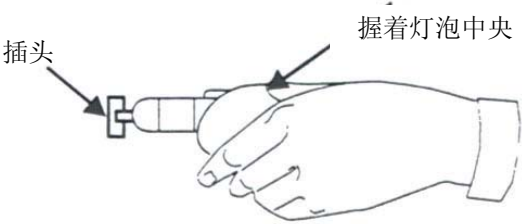

图 15. 钨丝灯泡更换指示
切勿触摸鎢丝日光灯泡。因皮肤上的油脂会影响灯泡使变黄。见图 15
- 7. 使用镜头抹纸或镜头布把灯管握在母指与食指间，再插回至插头上。见图 15